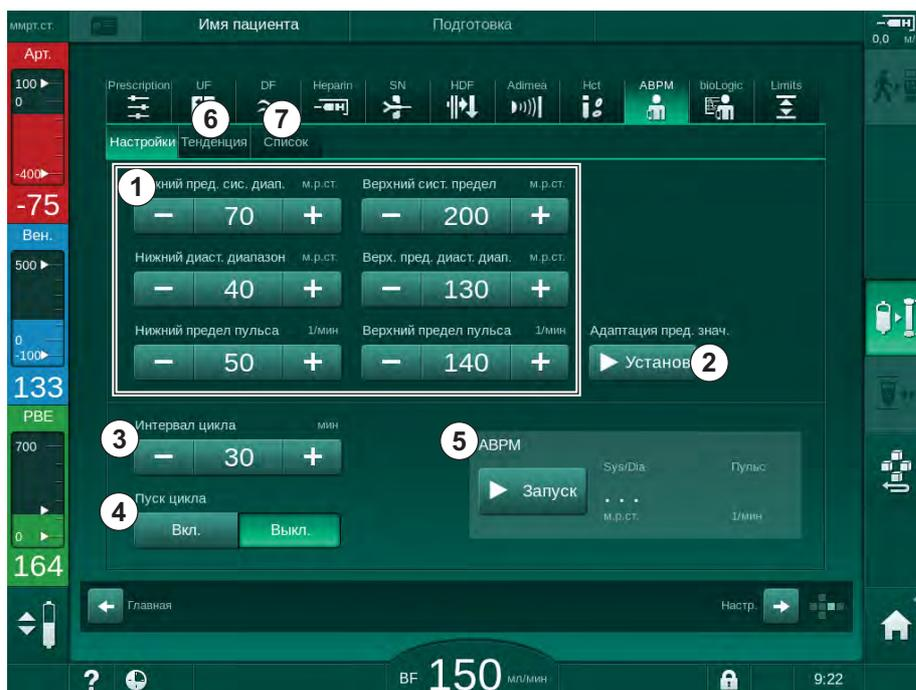

Рис. 11-5 Настройки ABPM на экране *Ввод*
2. Для адаптации диапазонов сигнала тревоги к значениям, приближенным к измеренным значениям кровяного давления коснитесь *Адаптация диапазона, Задать* (Рис. 11-5, ② ).
1. Чтобы активировать/деактивировать выполнение циклических измерений с заданной частотой, выберите *Пуск цикла, ВКЛ.* (Рис. 11-5, ④).
2. Чтобы установить периодичность измерения, выберите *Периодичность цикла* ③. Возможный интервал: от 1 до 60 минут.
Нажмите *Пуск* в поле группы *Настройки АВРМ* на экране *Ввод* (Рис. 11-5 *Настройки АВРМ* на экране *Ввод* (271), ⑤ ).